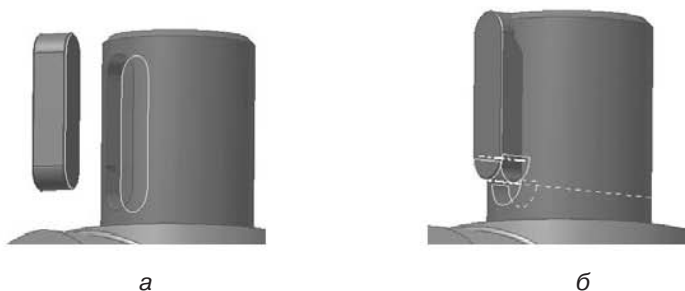

Рис. 9.51. Наложение зависимостей на шпонку и пробку
2. Вставьте шпонку в паз в пробке, наложив зависимости **Совмещение** плоскости дна паза и плоскости шпонки (рис. 9.51, *а*); **Совмещение**, выделив скругление шпонки и паза (рис. 9.51, *б*).